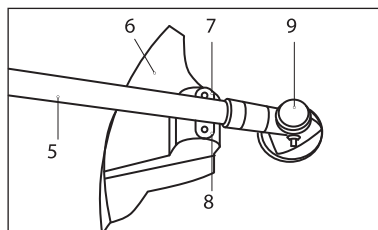

рис. 3
Установите защитный кожух (6) на кронштейн (7) нижней штанги 5 (рис. 3).